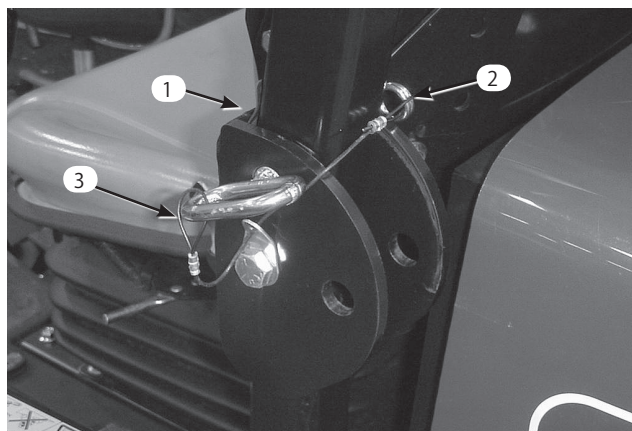

図11
1. 機体の左右でヘアピン・コッターを抜き、ピンを外す (図11)。
2. ROPS をまっすぐに立て、ピンとヘアピン・コッターで固定する (図11)。